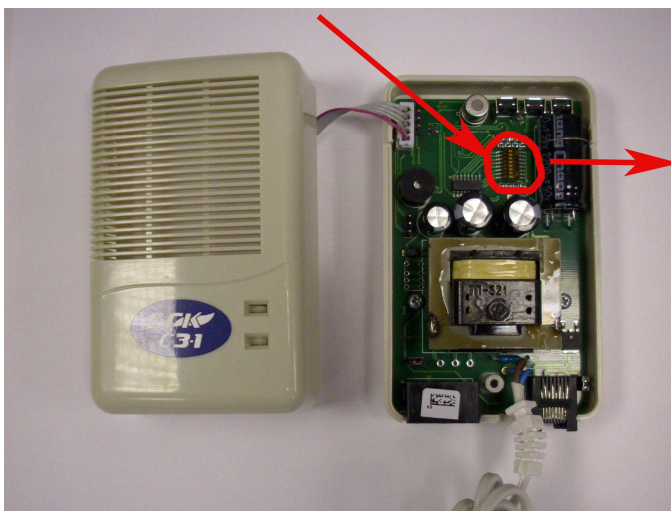

Рисунок 5. Сигнализатор СЗ-1. Вид со снятой передней панелью.
4. Одеть переднюю панель, совершив действия обратные п. 1 рис. 5-рис. 1. При этом убедиться в правильной установке кабельного ввода и не повредить питающие кабели.